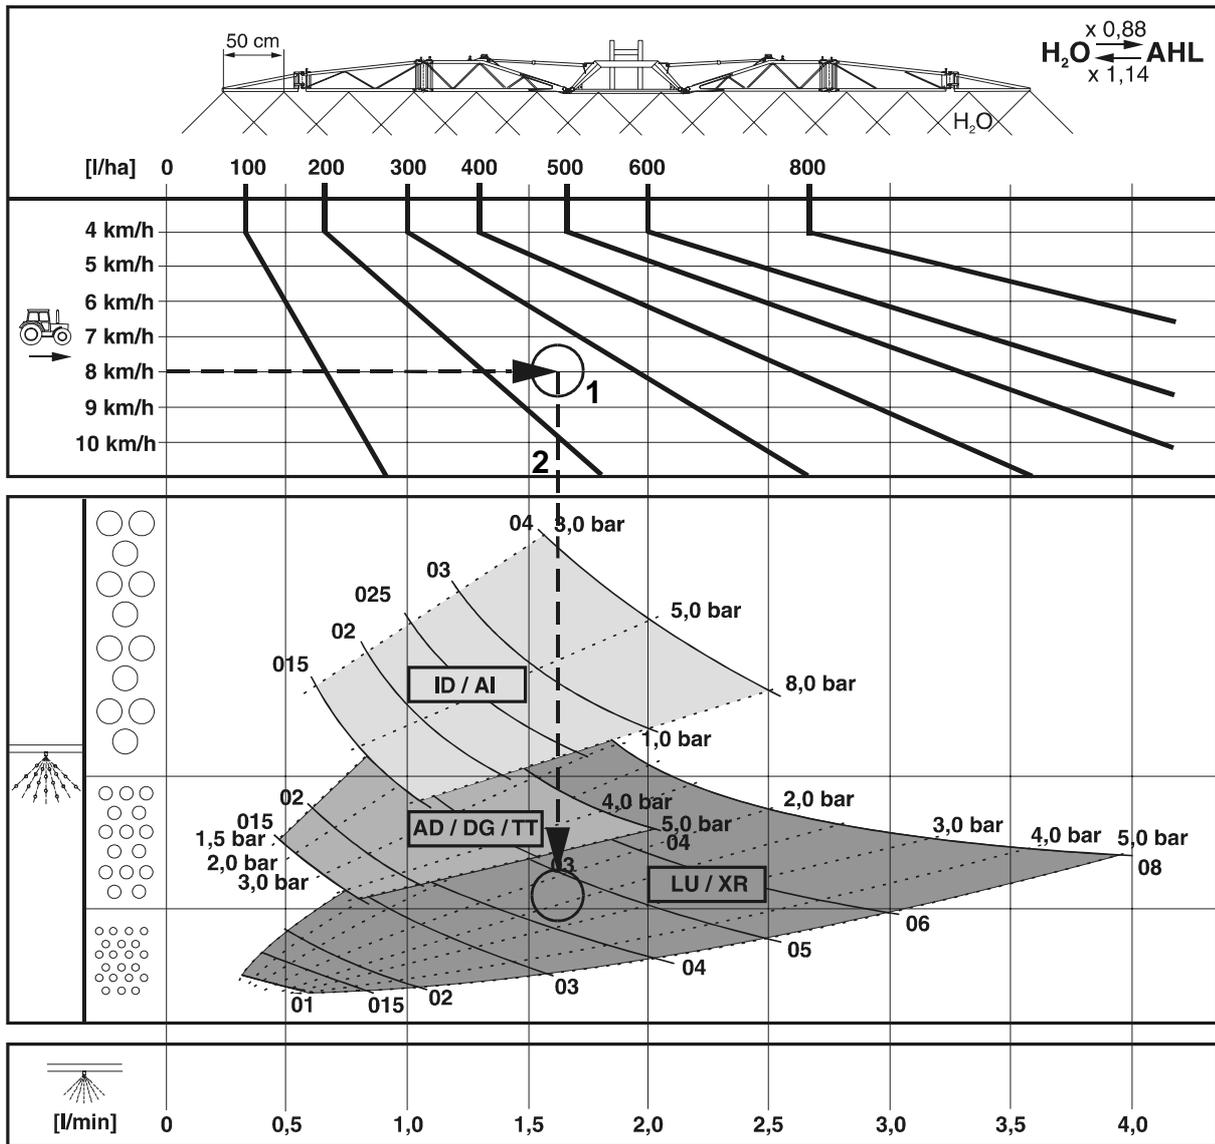

Fig. 206
- Die Fig. 206 dient zur Auswahl des geeigneten Düsentyps. Der Düsentyp wird bestimmt durch
- Bestimmen Sie den Betriebspunkt (Fig. 206/1) für die erforderliche Aufwandmenge (**250 l/ha**) und die vorgesehene Fahrgeschwindigkeit (**8 km/h**).
- Loten Sie am Betriebspunkt (Fig. 206/1) eine senkrechte Linie (Fig. 206/2) nach unten. Je nach Lage des Betriebspunktes durchläuft diese Linie die Kennfelder unterschiedlicher Düsentypen.